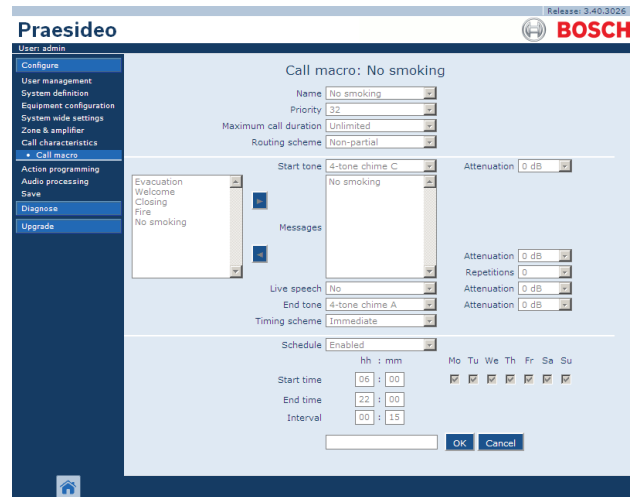

Abbildung 46.3: Neues Ansagemakro erstellen, Schritt 2
- 2 Klicken Sie auf die Schaltfläche *Add*, um ein neues Ansagemakro hinzuzufügen. Im Main Frame der webbasierten Benutzeroberfläche wird ein Bildschirm angezeigt, der dem in Abbildung 46.3 gleicht.